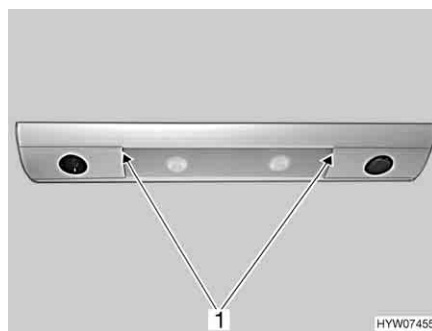

Fig. 181 Luce piano di lavoro/luce area cottura (variante 1)
- Tirare il vetro della luce (Fig. 181,1). Iniziare ad estrarre tirando a destra o a sinistra.